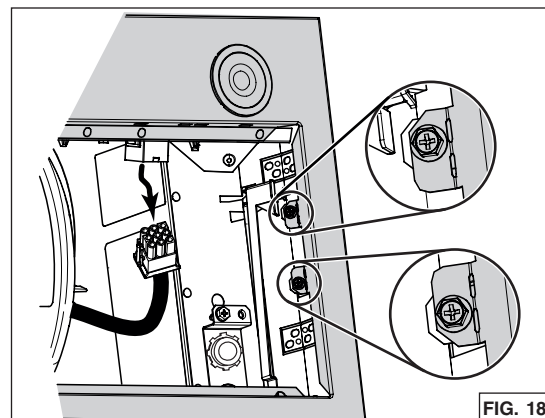

FIG. 18
5. Desenchufe el cable del ventilador de su conector en el panel frontal. Quite el panel frontal del aparato retirando los 4 tornillos de sujeción (dos por lado, rodeados en la FIG. 18). Poner el panel frontal y los tornillos a un lado.